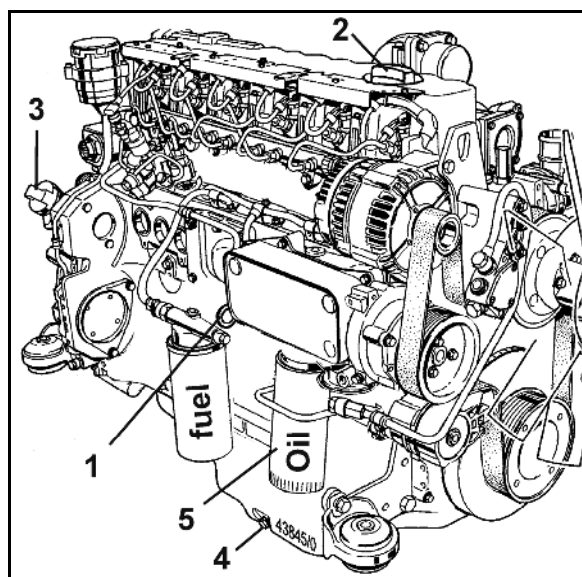

Рис. 144
2. Отверните и вывинтите фильтрующий элемент (Рис. 144/5) масляного фильтра при помощи стандартного инструмента.